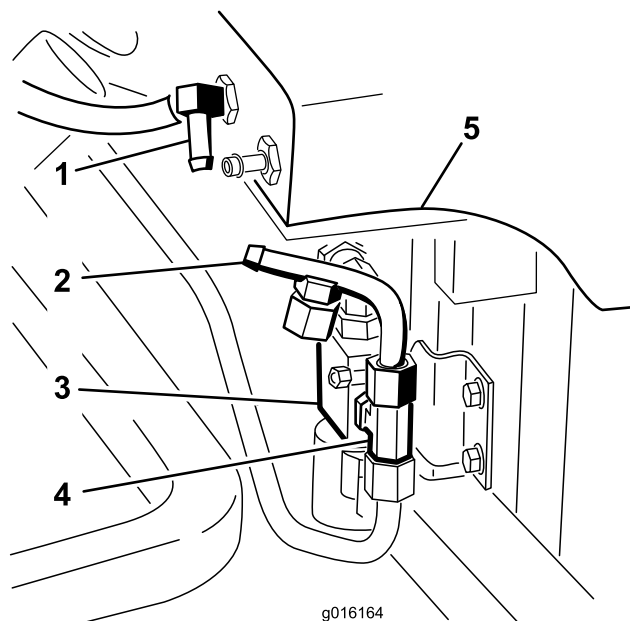

Figure 24
3. Placez la conduite hydraulique n° 4 sur le raccord en T monté sur le côté de la vanne (Figure 24).